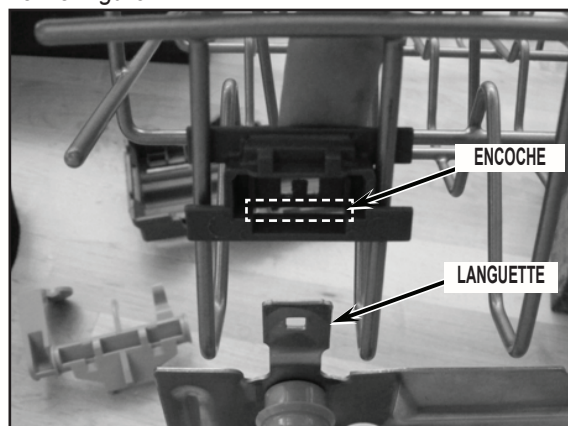

FIGURE 4
6. Après avoir fait pivoter les attaches jusqu'à la position illustrée ci-dessous, deux (2) encoches [une seule est visible dans cette image] se trouvent dans l'alignement des languettes métalliques verticales du bras du mécanisme de réglage. Pousser les attaches vers le bas pour qu'elles reposent par-dessus les languettes métalliques verticales. Voir la *Figure 4*.